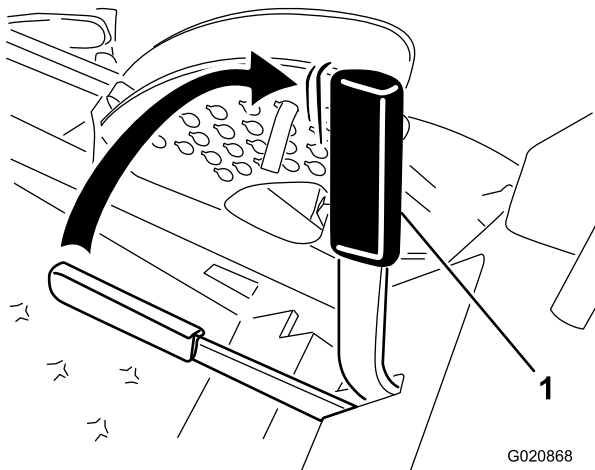

Figura 13
2. Tirate in fuori ed alzate la leva del freno di stazionamento per inserire il freno (Figura 13).